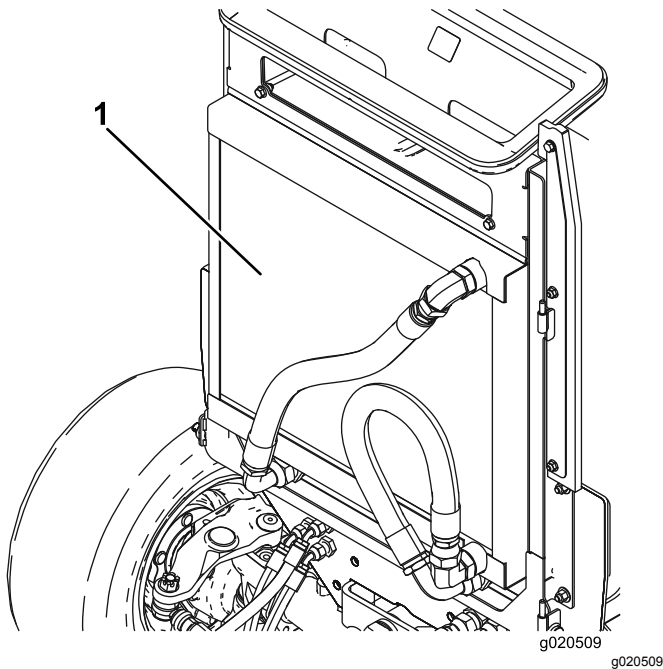

Figure 91
4. Nettoyez soigneusement les deux côtés du refroidisseur d'huile et du radiateur à l'air comprimé (Figure 91).